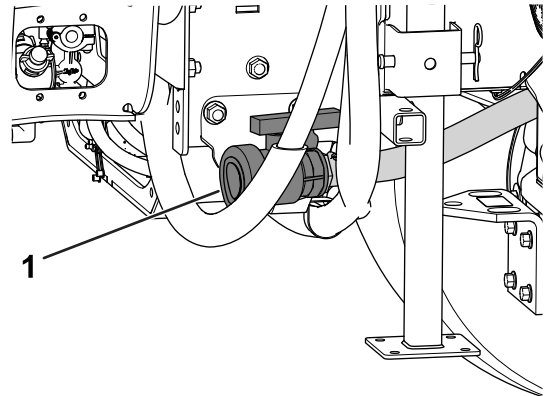

Рисунок 93
2. Найдите сливной кран с правой стороны машины (Рисунок 93).